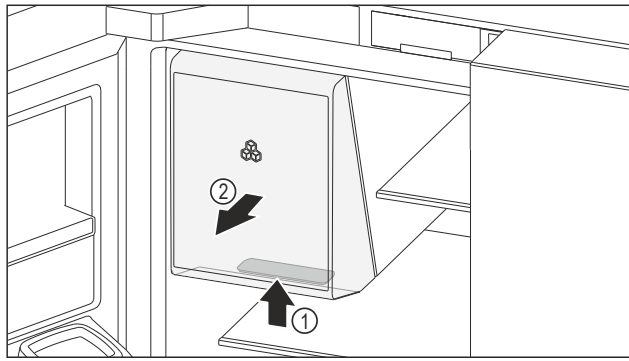

Fig. 155 Entnahme Eislagerfach
- ▶ Griffmulde Fig. 155 (1) am Eislagerfach unten greifen und Eislagerfach gleichzeitig nach vorne herausziehen Fig. 155 (2).